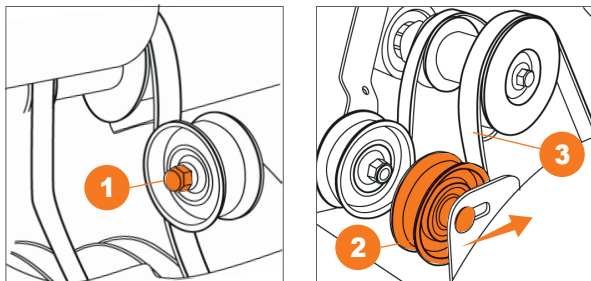

Рис. 17
- В случае если щетка не вращается или перестает вращаться под нагрузкой и регулировка натяжения троса не дает результата, необходимо произвести натяжку приводного ремня при помощи прижимного ролика (Рис. 17).
- Ослабьте гайку ❶, крепления ролика натяжения ремня.
- Переместите ролик ❷ к ремню привода, не допуская его касания и затяните гайку.